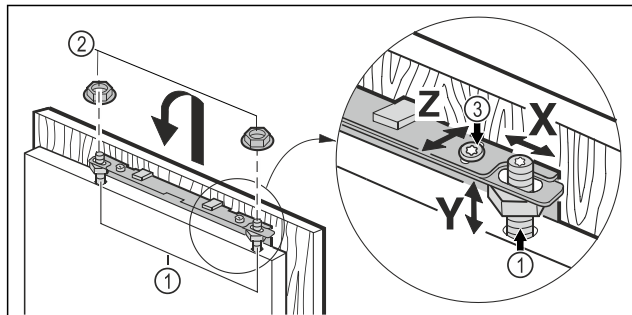

Fig. 46
- ▶ Haka fast möbeldörren i justeringsstiften Fig. 46 (1) och skruva fast stoppmuttrarna Fig. 46 (2) löst på justeringsstiften.
- ▶ Rikta in möbeldörren i höjd Y och lutningen åt sidan: Ställ in justeringsstiften Fig. 46 (1) med en skruvmejsel.
- ▶ Dra åt stoppmuttrarna Fig. 46 (3).